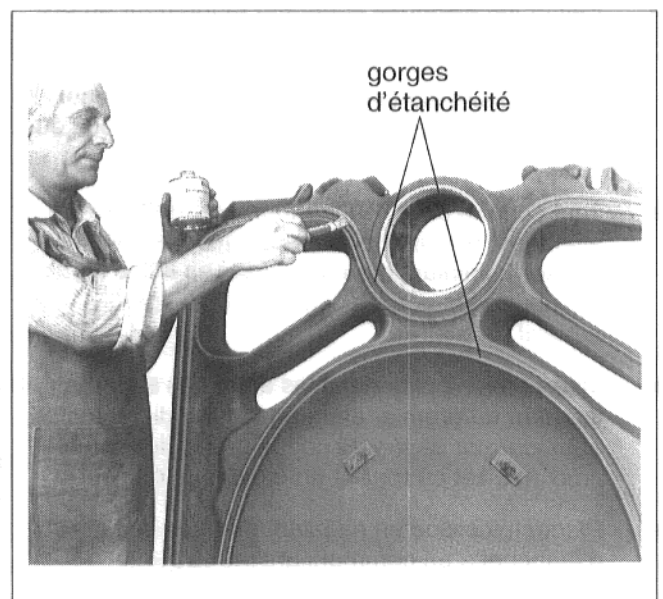

Fig. 12
- Nettoyer les gorges d'étanchéité avec de la toile d'émeri et des chiffons (Fig. 12).
- Enduire les gorges de primaire (Fig. 12).